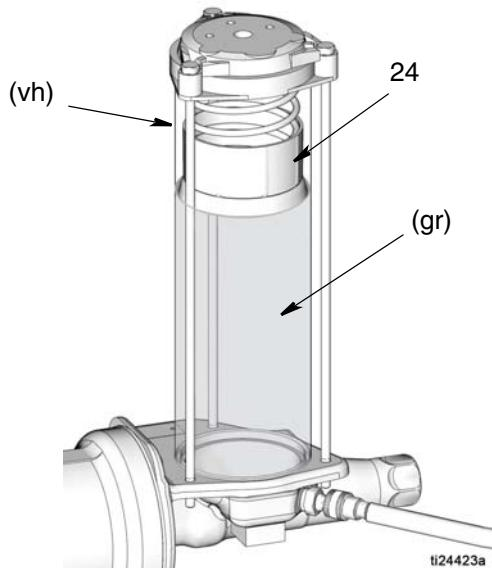

图 5
3. 从注入泵慢慢将滑脂送入液箱，直至液箱中的滑脂将随动板 (24) 升高到液箱通气孔 (vh) 之上，滑脂从通气孔 (vh) 流出并排出液箱中的空气 (图 5)。
注意：通气孔（vh）位于朝向液箱的背侧，在图 5 中看不到。通气孔的大致位置通过图示中的 vh 标识。